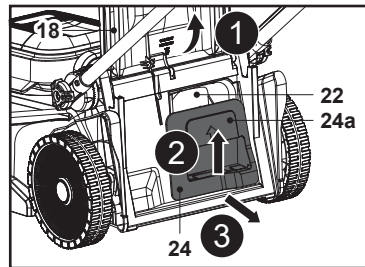

Fig. 14
2. Soulever la poignée encastrée (24a) et extraire l'obturateur mulching (24) de la goulotte d'éjection arrière (22), puis retirer l'obturateur mulching (24) (Fig. 14).